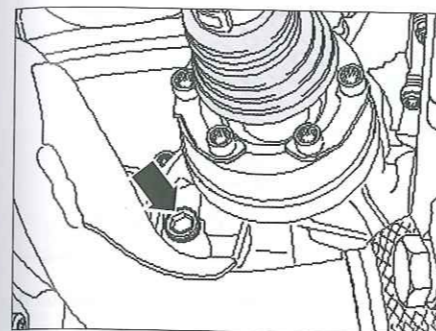

Fig. 1
- Desmontar el tornillo de llenado/nivel (Fig.1).